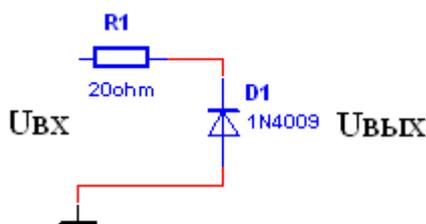

Рис.3
3. Для схемы Рис.3 построить зависимость  $U_{\text{вых}} = f(U_{\text{вх}})$  при изменении входного напряжения в диапазоне от -5 до 5В.
7. Для схемы Рис.3 построить в масштабе осциллограмму выходного напряжения при действии на входе синусоидального напряжения с амплитудой 5В и с частотой 50 Гц.